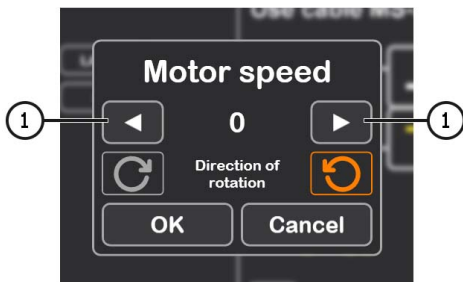

Рисунок 26.
3.1. После активации режима диагностики откроется окно предварительной проверки генератора см. рис. 26.
3.2. Кнопками управления приводом генератора (см. поз. 1 рис. 26) установите скорость вращения шкива генератора в пределах от 100 до 150 об/мин.
4. Перед активацией режима диагностики появиться откроется окно предварительной проверки генератора см. рис. 26.
4.1. Кнопками управления приводом генератора (см. поз. 1 рис. 26) установите скорость вращения шкива генератора в пределах от 100 до 150 об/мин.
4. После нажатия на кнопку «Automatic test» появиться откроется окно предварительной проверки генератора см. рис. 26.